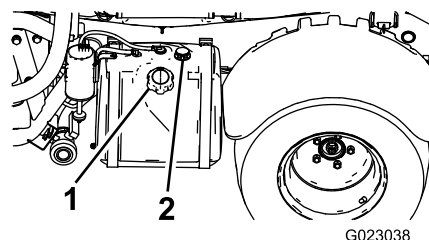

Figura 11
2. Curățați zona din jurul capacului rezervorului de combustibil (**Figura 11**).